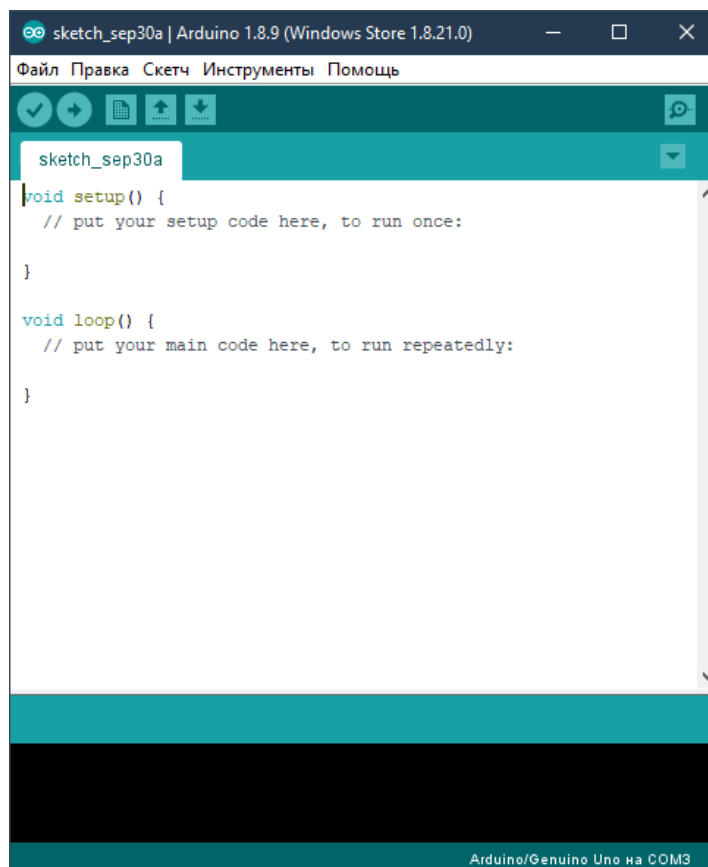

Рисунок 38- Окно программы Arduino IDE
**1.2.3** После установки запустите на рабочем столе ярлык `Arduino.exe`. При запуске появится окно (рисунок 38), в котором содержится заготовка программы. В окне имеется заготовка, которая состоит из функций `setup` и `loop`. Функция `setup` содержит команды, выполняемые одни раз при включении — это так называемые настройки программы. А `loop` включает в себя основную программу. Она выполняется бесконечное число раз, до тех пор, пока мы не отключим питание.